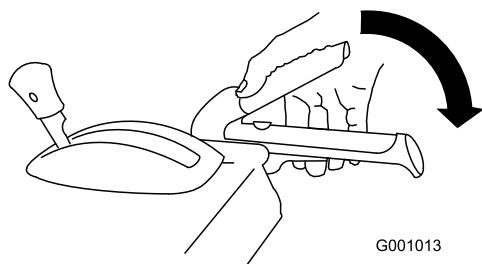

Figure 31
1. Pour engager la vis sans fin/turbine, serrez le levier droit (vis sans fin/turbine) contre la poignée (Figure 31).